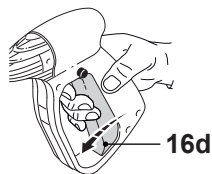

Fig. 20
1. Suelte el gatillo (16d) de la pistola (Fig. 20).